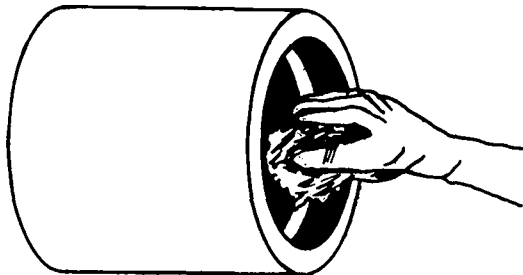

FIG. 2
1.º Passo – Limpe a luva e os anéis de borracha (fig. 2).